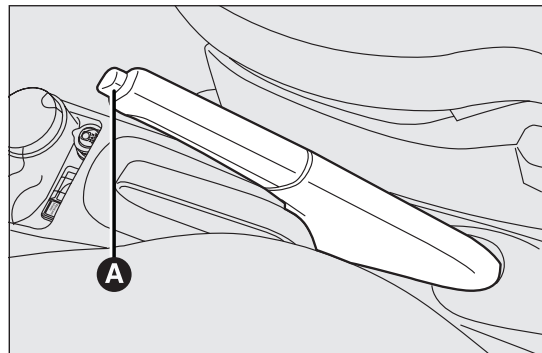

fig. 93
La leva del freno a mano fig. 93 è posta tra i sedili anteriori.
- sollevare leggermente la leva e premere il pulsante di sblocco A fig. 93;